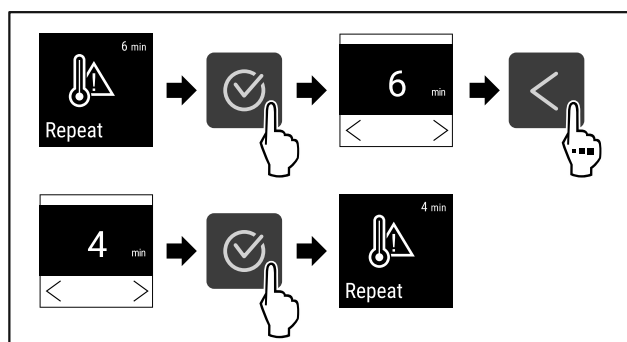

Fig. 100
- ▶ Vykonať kroky akcie (pozri Fig. 100).